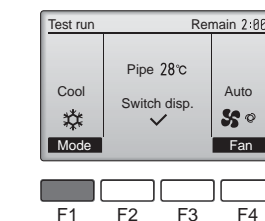

Fig. 7-3
- 1 Drücken Sie die Taste [F1], um den Betriebsmodus umzuschalten. (Fig. 7-3)